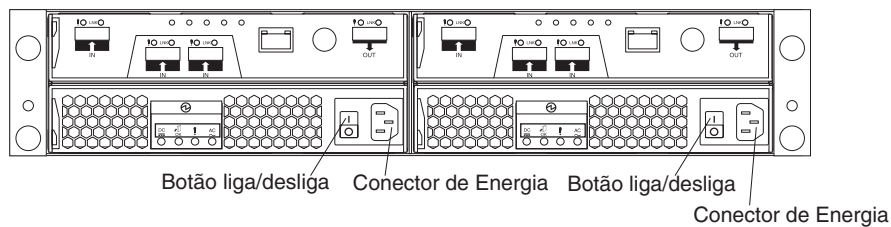

Figura 49. Comutadores e Conectores da Fonte de Alimentação para o DS3400
5. Ligue os dois interruptores ac na parte posterior do subsistema de armazenamento. A Figura 49 mostra os locais dos interruptores ac no DS3400.